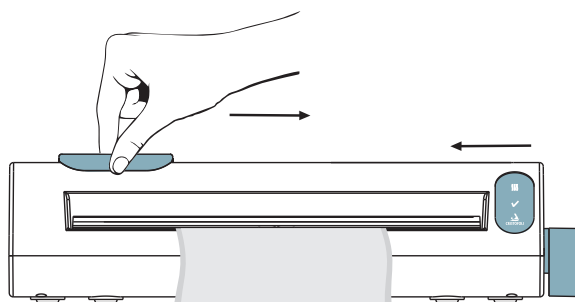

Fig.3
- 4► **Antes de levantar la palanca de sellado**, corte el embalaje deslizando el soporte de las láminas de corte de un extremo a otro y vuélvalo a la posición original (fig. 3).